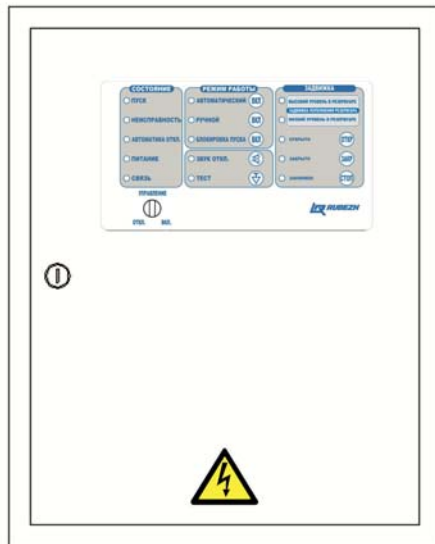

Рисунок 1 – Лицевая сторона ШУ
1.5.1 ШУ конструктивно выполнен в прямоугольном металлическом корпусе (Рисунок 1).